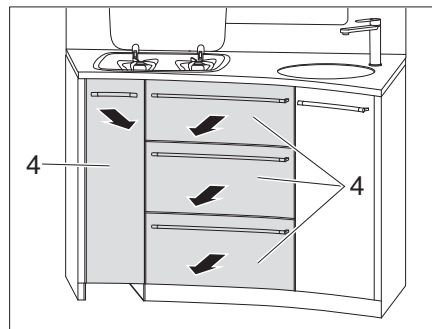

Fig. 125 Retirer le tiroir de cuisine
- Retirer le tiroir de cuisine (Fig. 125,4).